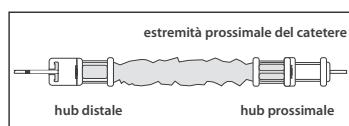

Figura 3
3. Inserire la punta del catetere prescelto attraverso l'estremità proximale del sistema di protezione anti-contaminazione per catetere. Far avanzare il catetere nella cannula e nell'hub sull'altra estremità (vedere Figura 3).